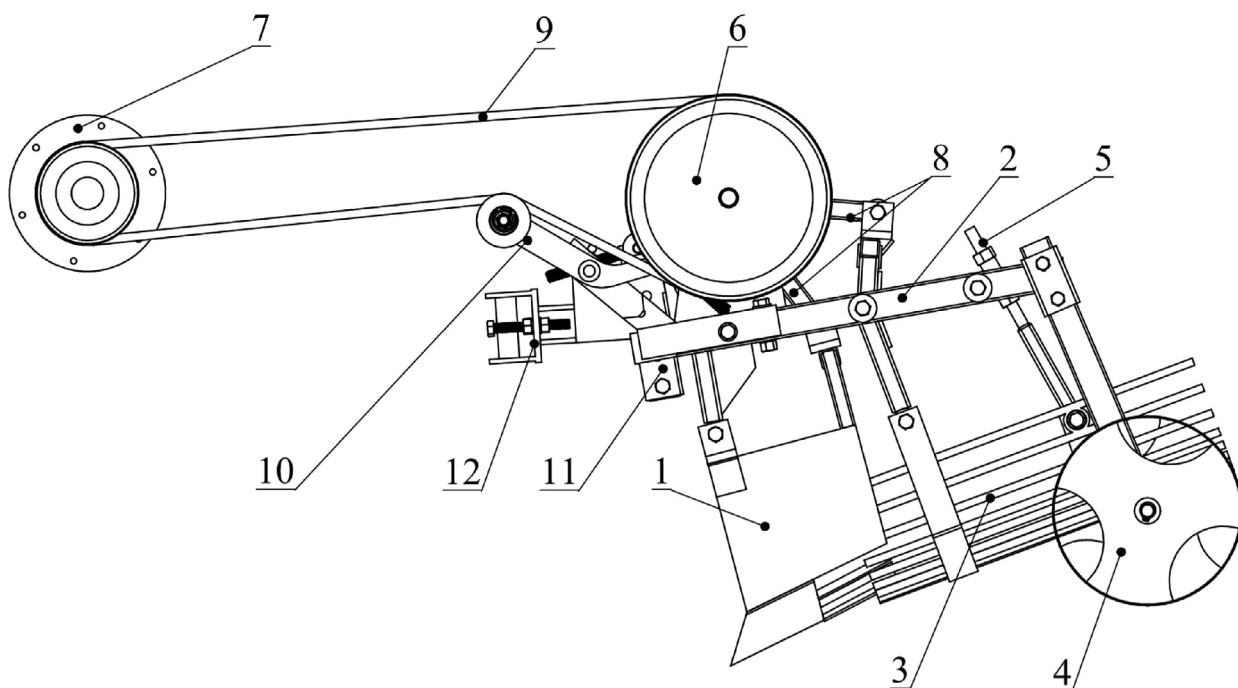

Рисунок 1.
2. Установить на ступицу большого шкива трактора (мотоблока) ведущий шкив (поз.7, Рисунок 1) картофелекопалки.
3. Установить большой шкив картофелекопалки (поз.6, рисунок 1).
4. Установить натяжное устройство с роликом (поз.10, рисунок 1).
При первом заезде регулируется глубина погружения ножа и скорость агрегата. Нож должен идти в почве несколько ниже гнезд клубней картофеля, чтобы не повреждать их и не оставлять в почве. Регулировка глубины ножа осуществляется при помощи узла сцепки и опорных колес. При укорачивании стоек опорных колес глубина погружения ножа увеличивается, а при удлинении — уменьшается. Обычно устанавливается глубина подкапывания 16-20см. На выходе с грохота должно оставаться небольшое количество земли (чтобы клубни меньше контактировали с прутками грохоты), клубни и крупные комки земли. Если глубина погружения ножа нормальная, а в грохоте много засыпанного картофеля, нужно отрегулировать задние тяги грохота (поз.5 Рисунок1), до достижения желаемого результата. На сепарацию влияет залипание грохота землей, поэтому регулировка задней части грохота осуществляется после того, как вы убедились, что на грохоте нет перекрытых участков.